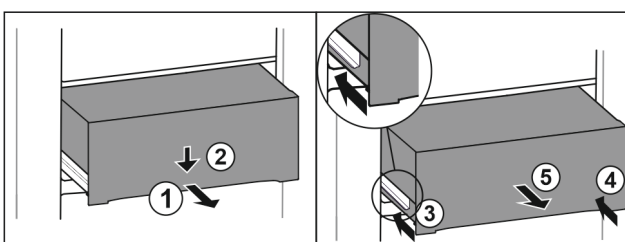

Fig. 108
- ▶ Estrarre il cassetto a metà. Fig. 108 (1)
- ▶ Premere il cassetto sul lato anteriore verso il basso. Fig. 108 (2)
- ▶ Spingere la guida sinistra di circa 2 cm verso l'interno. Fig. 108 (3)
- ▶ Spingere la guida destra di circa 2 cm verso l'interno. Fig. 108 (4)
- ▶ Rimuovere il cassetto tirandolo in avanti. Fig. 108 (5)